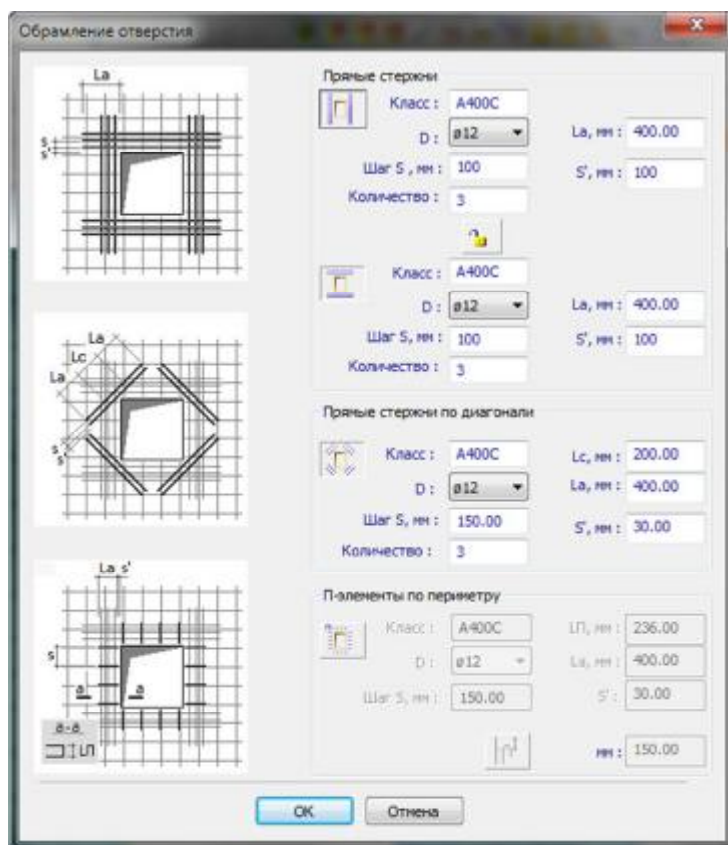

Рис. 3.39. Диалоговое окно **Обрамление отверстия**
► В открывшемся диалоговом окне **Обрамление отверстия** (рис. 3.39) введите следующие данные: